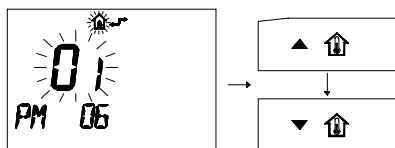

Figura 8.15
- Modificare il SET programmato agendo sui pulsanti ▲  o ▼  ed aspettare che il numero programmato cominci a lampeggiare (Figura 8.15)